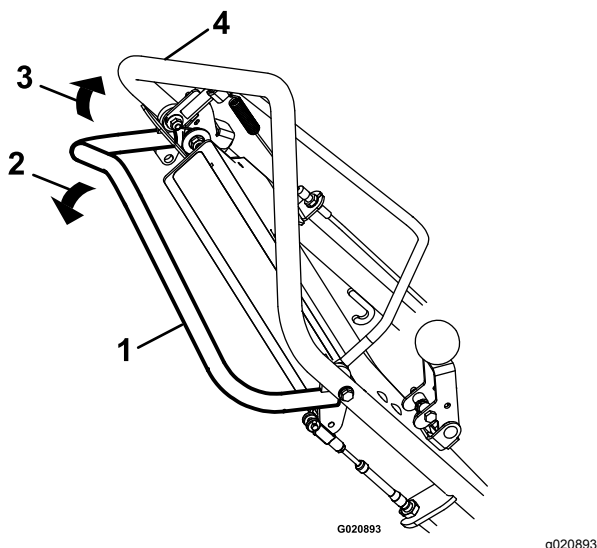

Figure 12
- Pour avancer, serrez la barre de commande d'autopropulsion contre le guidon (Figure 12).